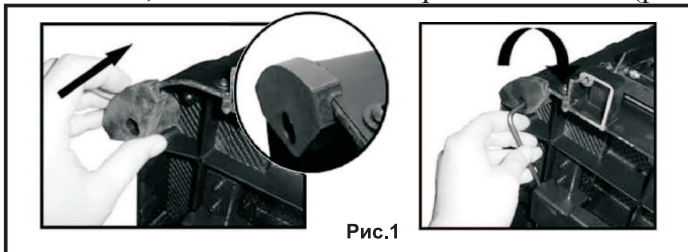

Рис.1
6.3 В комплекте к рубанку поставляются 4 резиновые ножки. Переверните рейсмус, в каждом из четырёх углов днища рубанка можно обнаружить резьбовые отверстия. Приложите ножку таким образом, чтобы отверстия на ножке и основании станка совпали. Плотно прикрутите ножку к основанию болтами, с помощью шестигранного ключа (рис. 1).